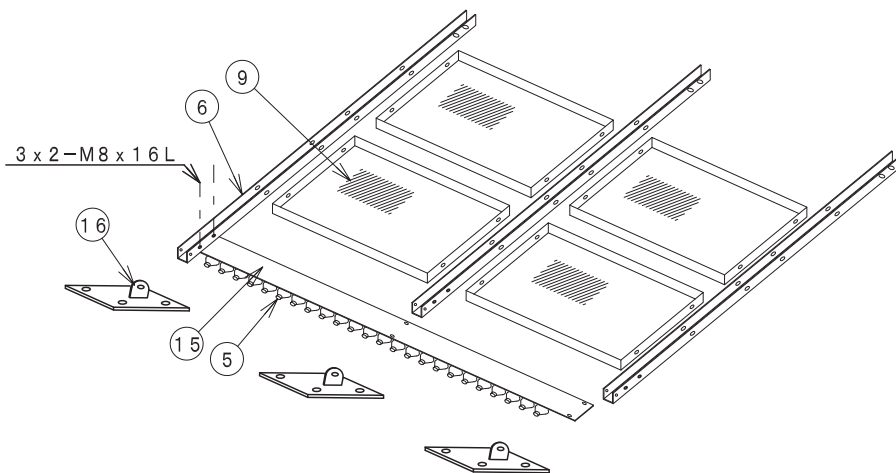

図 1.
(1) フレームの組立
- 図1 フレームは裏側面から組立てます。サイドフレーム左右中 ⑥ とジョイントフレーム ⑬⑮ 反射板 ⑨ を取付けます。